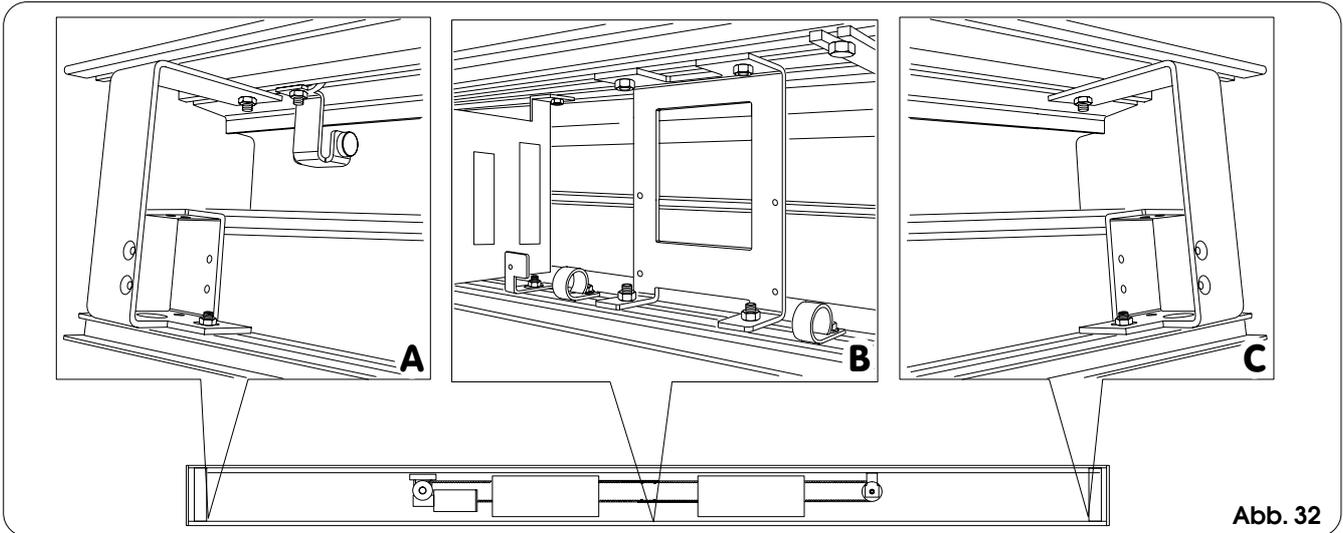

Abb. 32
- die beiden seitlichen Bügel aus Abb. 32 Bez. A und C (jeweils 1 Schraube M6);
- die beiden Ösen für die Kabelführung seitlich vom zentralen Bügel aus Abb. 32 Bez. B oder von der Verriegelung, soweit vorhanden (jeweils 1 Schraube M5).